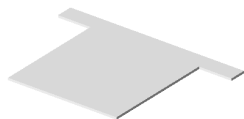

图 10.5.2 基体 - 法兰 1
Step2. 创建如图 10.5.2 所示的钣金基础特征——基体-法兰 1。选择下拉菜单 **插入(I)** → **钣金(H)** → **基体法兰(A)...** 命令（或单击“钣金”工具栏上的“基体-法兰/薄片”按钮 ）；选取前视基准面作为草图平面，在草图环境中绘制如图 10.5.3 所示的横断面草图，选择下拉菜单 **插入(I)** → **退出草图** 命令，退出草图环境，此时系统弹出图 10.5.4 所示的“基体法兰”对话框；在 **钣金参数(S)** 区域的文本框  中输入厚度值 0.20，在 **折弯系数(A)** 区域的下拉列表中选择 **K 因子** 选项，把文本框 **K** 的因子系数值改为 0.4，在 **自动切释放槽(T)** 区域的下拉列表中选择 **矩形** 选项，选中 **使用释放槽比例(A)** 复选框，在 **比例(T):** 文本框中输入比例系数值 0.5；单击  按钮，完成基体-法兰 1 的创建。